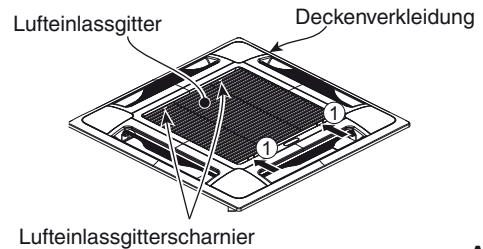

Abb. 7-4
- b) Die Sperrklinken des Lufteinlassgitters in Pfeilrichtung ① schieben, um das Gitter öffnen zu können. (Abb. 7-4)